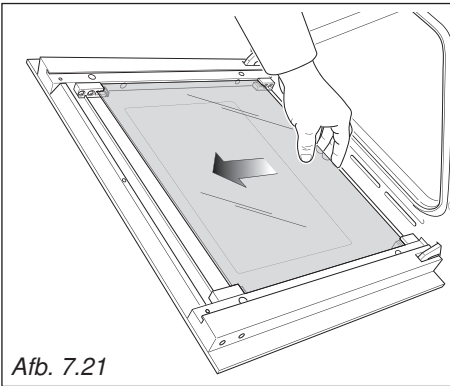

Afb. 7.20
- Maak de middelste ruit voorzichtig los uit de onderste klemmen door hem te bewegen zoals in afb. 7.20.